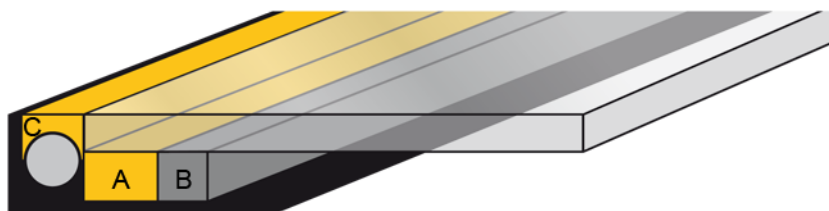

Figure 1 : détail de construction avec joint de collage enrobé
Dans certaines constructions, la colle SG appliquée exige un enrobage de mastic d'étanchéité (scellement résistant aux intempéries) comme indiqué sur la Figure 1 :. Le temps d'attente minimum entre l'application de la colle et l'application du scellement dépend du type de colle et du mastic d'étanchéité utilisés (voir Tableau 3).
* En cas d'utilisation des espaceurs Sika® Spacer Tape HD, les temps peuvent être réduits (voir Figure 1 :, matériau B). Pour de plus amples informations, contacter le service technique de Sika Schweiz AG.